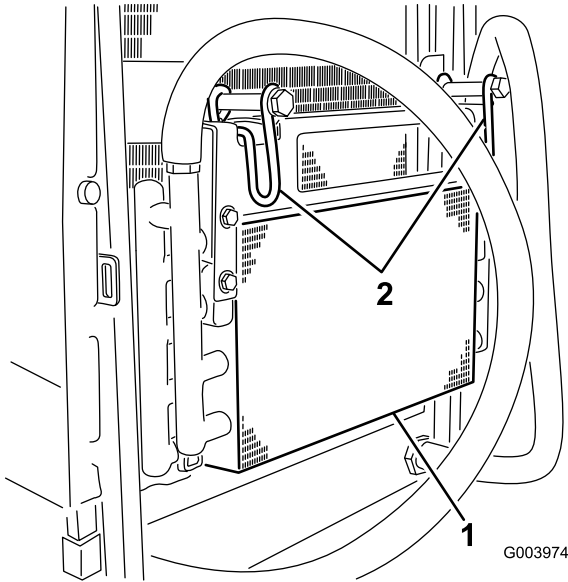

图 95
7. 向内旋转 2 个油冷却器搭扣然后倾斜油冷却器图 95。